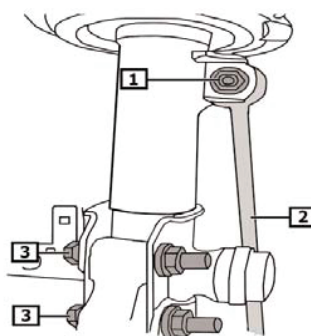
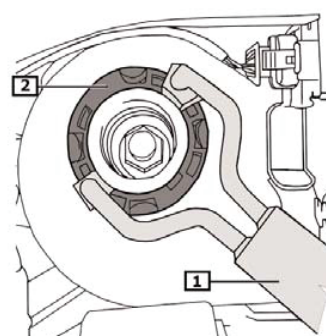

Fig. 2:
Fig. 3:
- Halteklammer (3) abziehen.
- Bremsschlauch (4) aus dem Halter lösen.
- **Fig. 2** Mutter (1) abschrauben.
- Koppelstange (2) vom Federbein trennen
- Schrauben (3) entfernen.
- **Fig. 3** Federbein festhalten. Sicherungsring entfernen.
- Remove retaining clamp (3).
- Detach brake hose (4) from bracket.
- **Fig. 2** Unscrew nut (1).
- Detach coupling rod (2) from suspension strut.
- Remove screws (3).
- **Fig. 3** Hold suspension strut securely. Remove lock ring.
- Retirer l'agrafe de support (3).
- Enlever le flexible de frein (4) du support.
- **Fig. 2** Dévisser l'écrou (1).
- Séparer la biellette de connexion (2) de la jambe de force
- Enlever les vis (3).
- **Fig. 3** Maintenir en place la jambe de force. Enlever le circlip.
- Retirar la grapa (3).
- Soltar el manguito del freno (4) de la sujeción.
- **Fig. 2** desatornillar la tuerca (1).
- Soltar la barra de acoplamiento (2) del amortiguador.
- Retirar los tornillos (3).
- **Fig. 3** Sujetar el amortiguador. Retirar la anilla de seguridad.